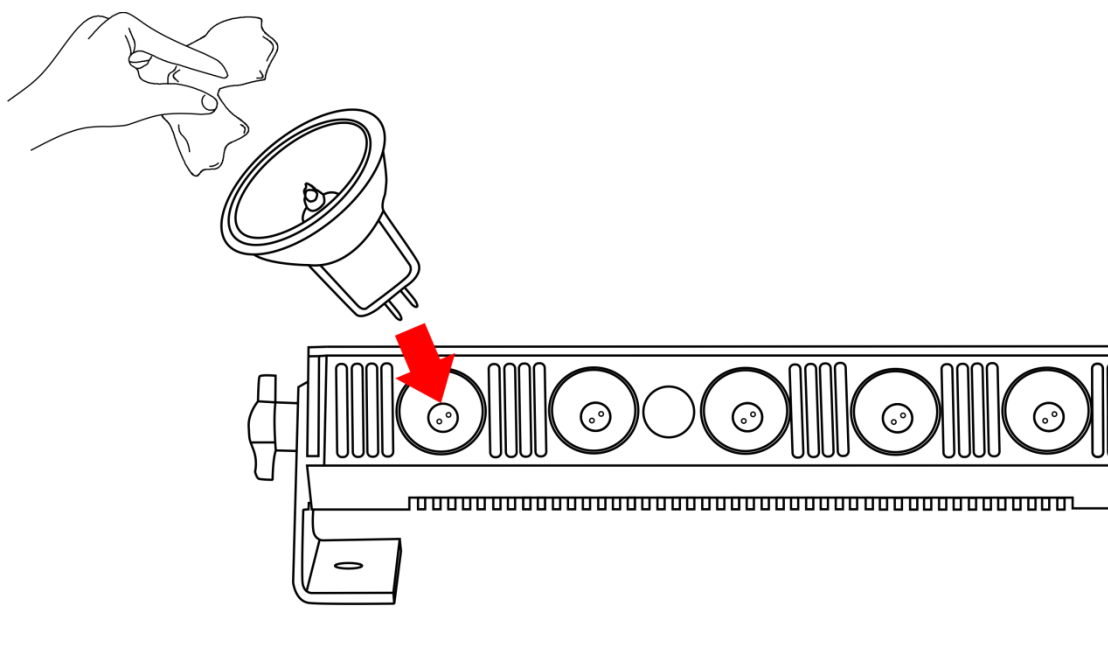

Fig. 02
- 03) Installez les lampes (Fig.02).